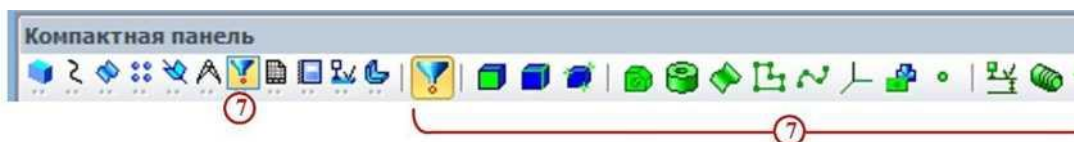

Рисунок 12 Инструментальная панель Фильтры
- кнопка вызова панели **Фильтры** 7 , рисунок 12, которая предназначена для облегчения выбора объектов нужного типа (если при наведении курсора на объект затруднительно выбрать необходимый элемент, к примеру, необходимо выбрать какую-то грань, а вместо этого выбирается её ребро).